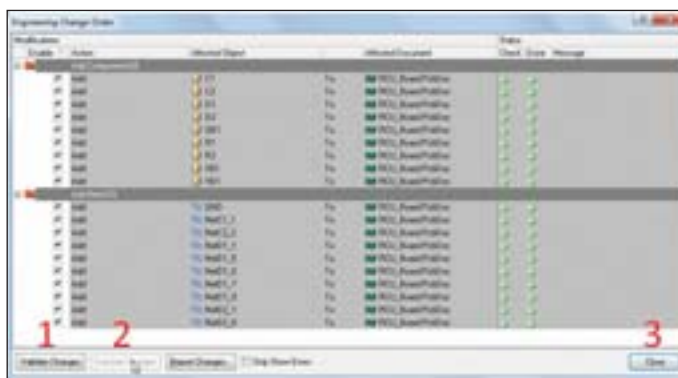

Рис. 61. Диалоговое окно *Engineering Change Order*
1. Выполните команду меню *Design/Update PCB Document RCU\_Board.pcbdoc*, после чего откроется диалоговое окно *Engineering Change Order* (рис. 61).